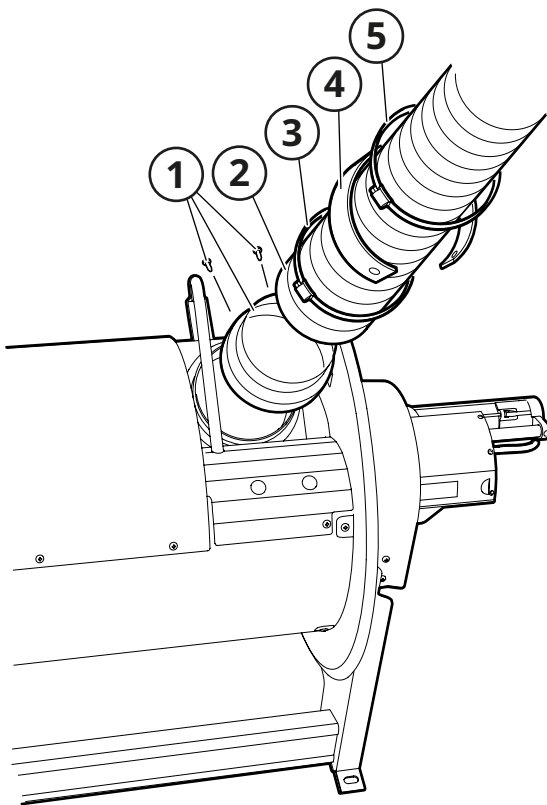

Fig. 10
6. Installez le tuyau (2, Fig. 10) avec réduction éventuelle (1) sur le raccord de l'enrouleur avec colliers de serrage (3).